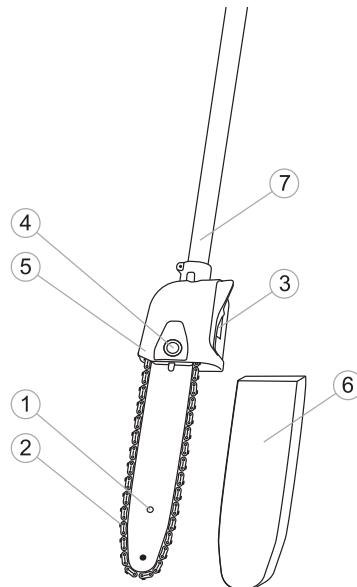

fig. 14
2. Setzen Sie die Schiene über den Einstellbolzen am zusammengebauten Schneidkopf (Abb. 14)